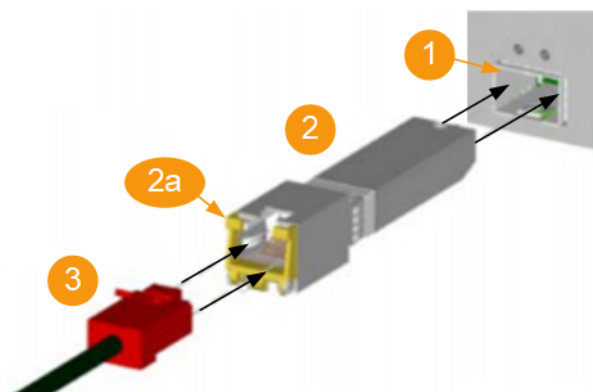

Рис. 3-2: Подключение к интерфейсу IP Data
2. Сначала подключите адаптер SFP+/RJ-45 к гнезду SFP+ разъема "IP Data" (рис. 3-2).